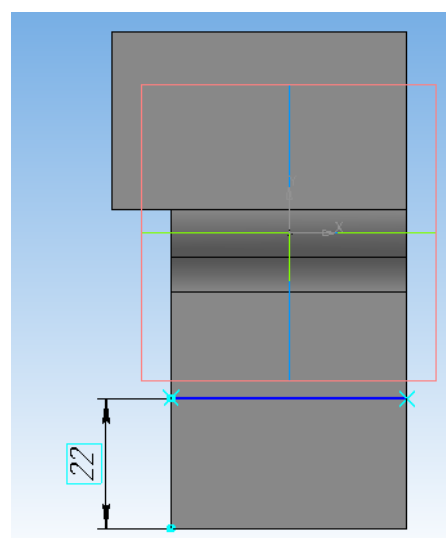

Рисунок 36.
3. Закрыть «Эскиз» (рисунок 36).